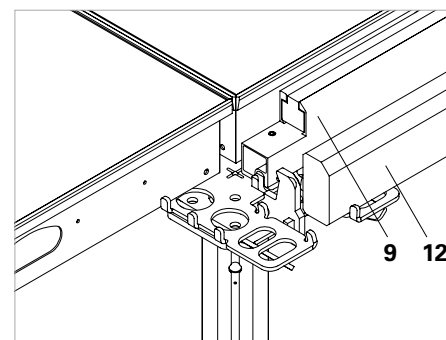

Fig. A5.13
- Viga de extremidade SRT-2 (9) e compensação em madeira SPH (12) ou madeira por conta do contratante com $b = 3,8 - 8$ cm e $h = 9,8$ cm. (Fig. A5.13)